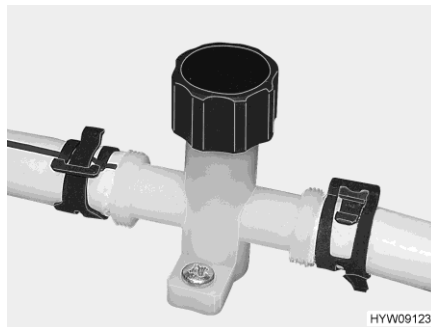
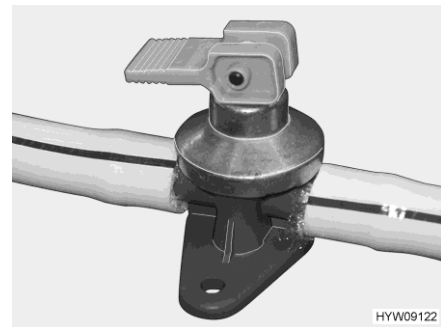

Fig. 202 Rubinetto di scarico (tubatura dell'acqua)
Fig. 203 Rubinetto di scarico (boiler Alde)
- Chiudere i rubinetti di scarico (Fig. 202 e Fig. 203). Chiudere i coperchi in senso orario oppure posizionare la leva a bilanciere in posizione orizzontale. L'ubicazione delle valvole di sicurezza/di scarico e dei rubinetti di scarico è riportata al paragrafo 10.7, alla fine di questo capitolo.